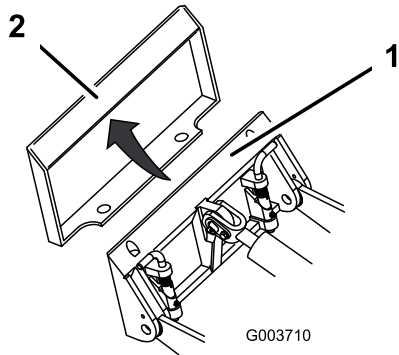

Figure 13
4. Insérez la plaque de montage dans le bord supérieur de la plaque réceptrice de l'accessoire (Figure 13).